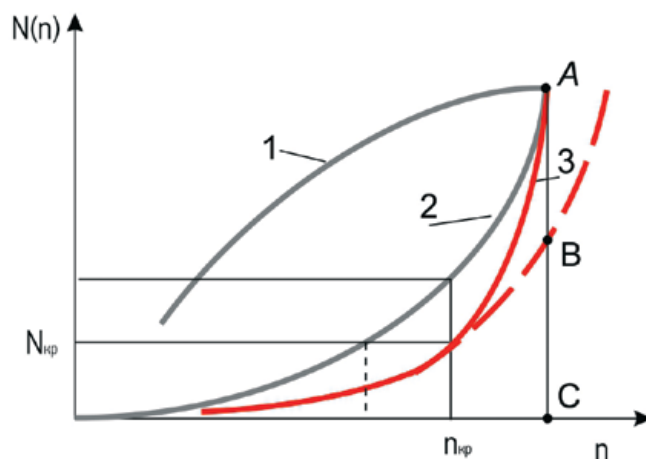

Рис. 4. Внешняя и винтовая характеристики С-4
Посмотрим, как расходуется мощность мотора, исходя из измеренных крейсерских и максимальных оборотов в полете. На рис. 4 представлены зависимости: 1 – внешняя характеристика двигателя $N(n)$, 2 – теоретическая кубическая винтовая кривая пропеллера $N_{prop}(n)$. Практика показывает, что часто винты спроектированы так, что на достаточно высоких оборотах сверх меры растет сопротивление их концов. Концы могут быть или слишком толстыми, или слишком широкими, или угловатыми. При их обтекании в некоторых точках скорость потока становится околосвуковой, и происходят так называемые волновые потери. Часть мощности мотора уходит на преодоление этого сопротивления. В результате реальная винтовая кривая в своей верхней части изгибается более круто, чем кубическая парабола – по кривой 3. Именно с такой кривой и приходится иметь дело при измерениях.
Предположим, что винтовая кривая нашего пропеллера С-4 в своей верхней части отклоняется от кубической параболы и идет круче. На рис. 4 это кривая 3, она соответствует реальной зависимости. Видно, что предполагаемая кубическая парабола, кривая 2, дает завышенную мощность на крейсерских оборотах. Также видно, что кривая 3 дает завышенную частоту крейсерских оборотов по сравнению с кривой 2. Проверим это. Положим, что на крейсерских оборотах винт еще не имеет избыточных потерь, работает в пределах кубической параболы и имеет к.п.д. 0,58. Тогда по (3) макси-
Многовато. Это значит, что наш винт слишком легкий. Если бы он не тормозил концами, то в полете раскрутился бы до столь высоких оборотов. Винтовая кривая продолжилась бы вдоль красной пунктира на рис. 4. Это объясняет, почему мы получили заниженную оценку максимальной скорости горизонтального полета (6). Подставляя $n_{max} = 3780$ об/мин вместо 3600 в формулу (6), получим максимальную скорость горизонтального полета 110 км/ч, которая совпадает с измеренной. Также видно, что если бы винтовая кривая была кубической параболой 2, то крейсерские обороты были бы меньше.
На рис. 4 нам придется отметить еще одну неприятную деталь. Отрезок АВ прямой равен потерям мощности двигателя на преодоление того самого избыточного вредного сопротивления неудачных концов лопасти на максимальных оборотах (по всему диапазону – разность кривой 3 и пунктирной). Отрезок ВС – полезная мощность, идущая на создание тяги винта.
Теперь посмотрим, какой ущерб скороподъемности наносит винт, «тормозящий» на максимальных оборотах, и насколько велик тот отрезок АВ на рис. 4. Для это-
Видим, что подобный недобор к.п.д. на взлете аналогичен потере 13% максимальной мощности двигателя, т. е. уменьшению ее с 60 до 53 л. с. – на рис. 4 АВ=0,13АС.